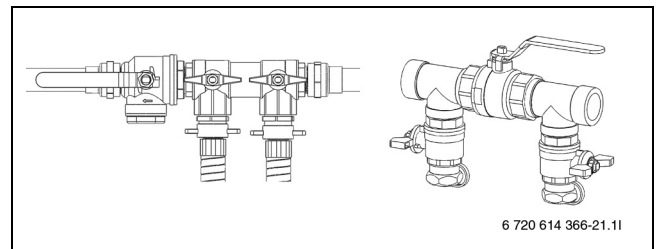

Bild 28 Befülleinrichtungen in Normalposition
- ▶ Ventile der Befülleinrichtung in die Normalposition stellen (→ Bild 28) und Pumpe der Befüllstation abschalten.